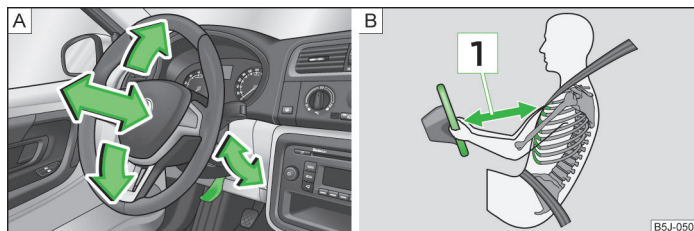

Abb. 86 Verstellbares Lenkrad: Hebel unter der Lenksäule / Sicherer Abstand zum Lenkrad
- Das Lenkrad so einstellen, dass der Abstand zwischen Lenkrad und Brustbein mindestens 25 cm beträgt 1 » Abb. 86 auf Seite 96. Wenn Sie den Mindestabstand nicht einhalten, kann Sie das Airbag-System nicht schützen - Lebensgefahr!
- Den Hebel unter dem Lenkrad nach unten schwenken » Abb. 86 - A.